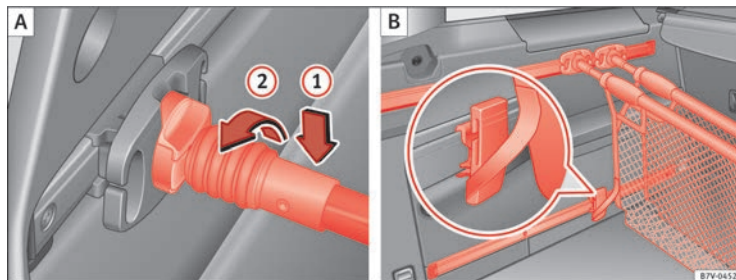

Abb. 97 Kuvertnetz einhängen (A) und als Tasche verwenden (B).
Haltestange von oben in die Kuvertnetz-Halterung legen ⇒ Abb. 97 ① und um 90° nach links drehen ②. Die rote Markierung an der Haltestange darf nicht mehr sichtbar sein ⇒ ⚠.